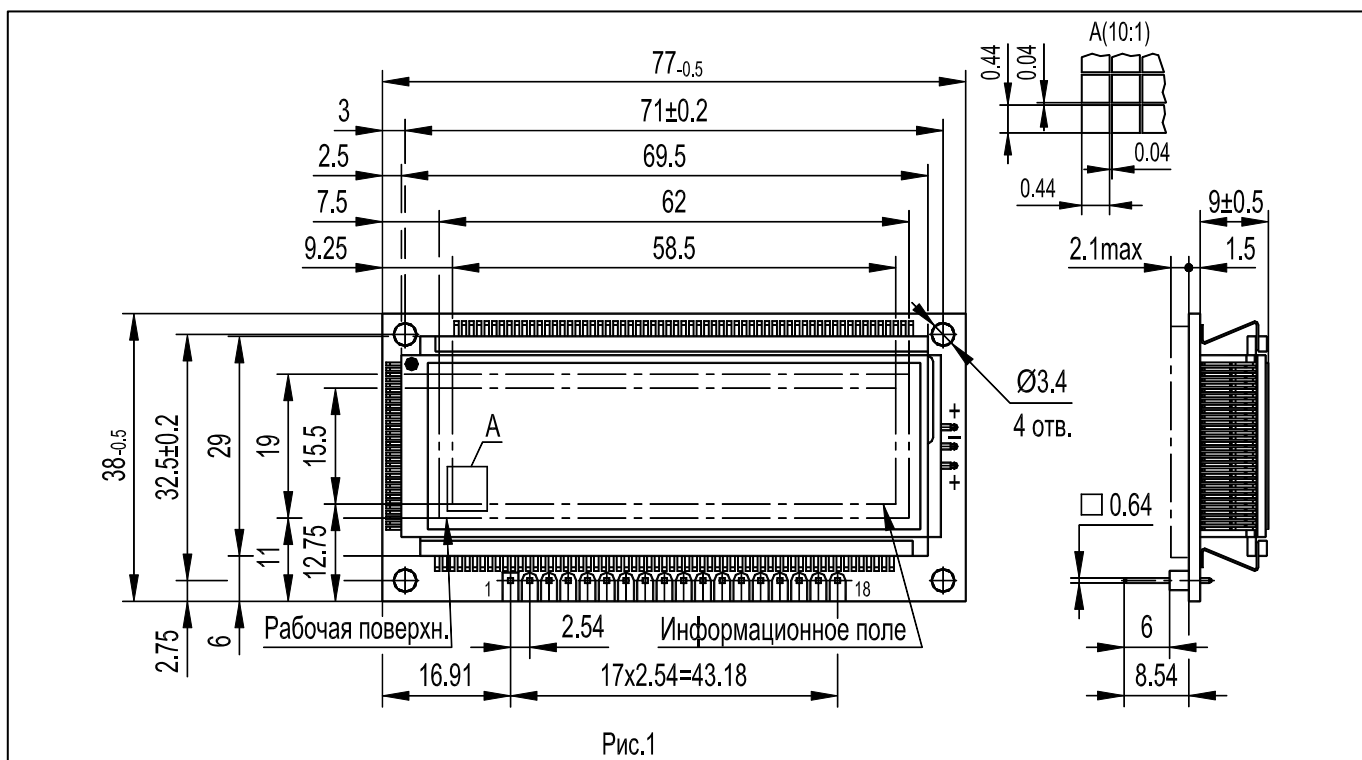

Рис.1
Внешний вид, габаритные и установочные размеры ИВУ приведены на рис.1. Драгоценные металлы отсутствуют.
5.1 Крепление ИВУ должно осуществляться с помощью отверстий в углах платы (рис.1).